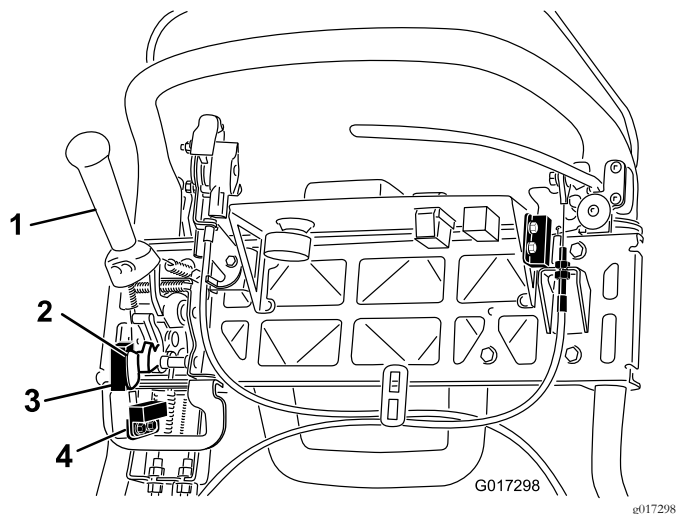

图44
4. 松开联锁开关紧固件(图44)。
5. 在牵引杆与联锁开关之间放入 1.6mm 厚的塞尺(图44)。
4. 松开剪草传感器紧固件 (图44)。
5. 在剪草传感器旗与剪草传感器之间放入 1.6mm 厚的塞尺(图44)。